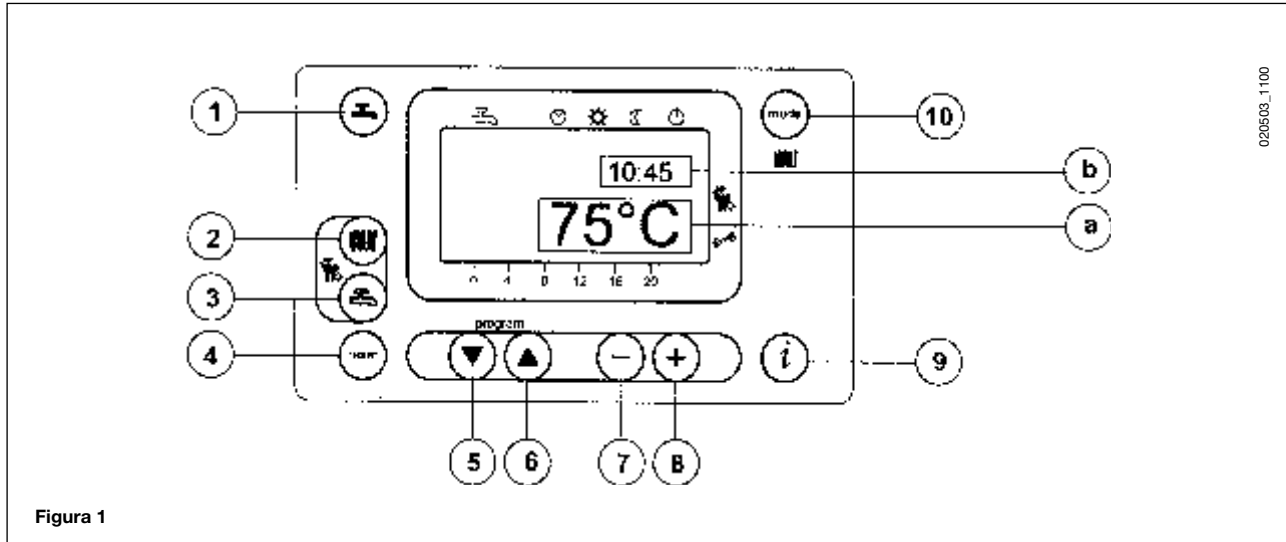

Figura 1
- Premere il tasto  $\text{H}$  (2- figura 1) per impostare la temperatura dell'acqua di riscaldamento;
- premere uno dei due tasti  $\text{M}$   $\text{M}$  (1 o 10 - figura 1) per memorizzare e ritornare al menù principale.
**N.b** – Con sonda esterna collegata, mediante il tasto  $\text{H}$  (2 – figura 1) è possibile effettuare la traslazione della curva di riscaldamento. Premere i tasti  $-$   $+$  per diminuire o aumentare la temperatura ambiente del locale da riscaldare.
- Premere il tasto  $\text{H}$  (3- figura 1) per impostare la temperatura massima dell'acqua sanitaria;